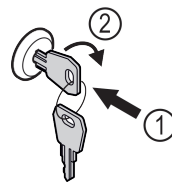

Fig. 178
- ▶ Πιέστε μέσα το κλειδί. Fig. 178 (1)
- ▶ Περιστρέψτε το κλειδί 90° δεξιόστροφα. Fig. 178 (2)